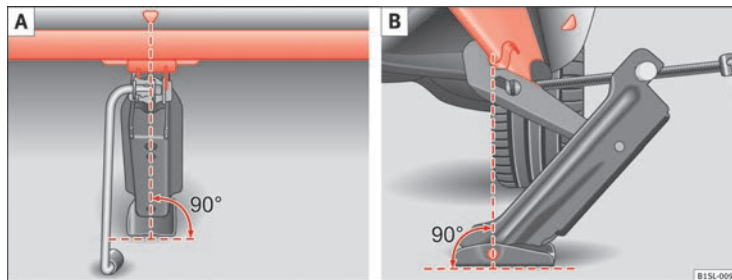

Abb. 144 Wagenheber hinten an der linken Fahrzeug-
7. Sicherstellen, dass der Wagenheberfuß mit der ganzen Fläche sicher auf dem Boden steht und sich der Wagenheberfuß lotrecht genau unter dem Aufnahmepunkt ⇒ **Abb. 144** befindet.
8. Den Wagenheber ausrichten und gleichzeitig die Wagenheberklaue weiter hochkurbeln, bis die Klaue den Steg unter dem Fahrzeug ⇒ **Abb. 144** umfasst.
- Wagenheber nur an den beschriebenen Stellen ansetzen. Die Klaue des Wagenhebers muss den Steg des Unterholms sicher umfassen ⇒ **Abb. 144**.